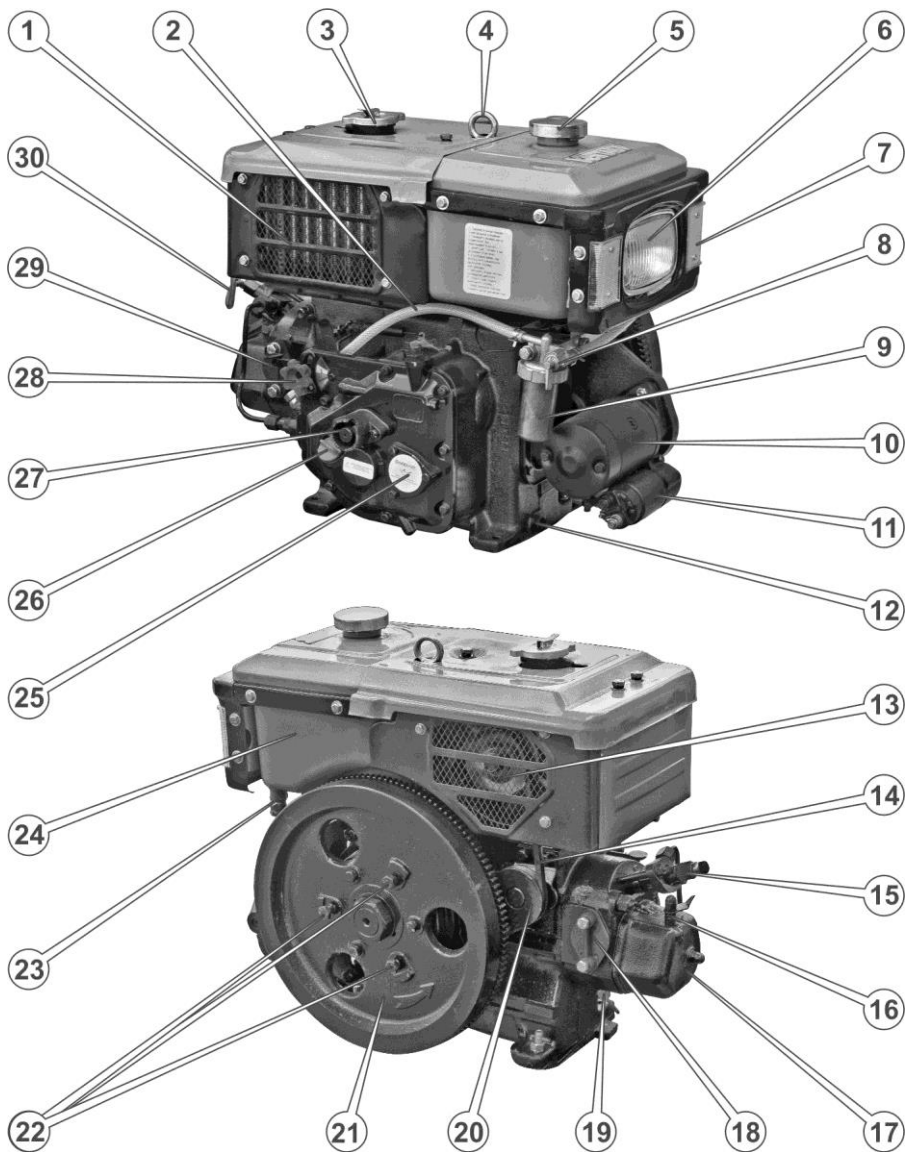

Рисунок 3. – Органи двигуна 180
**Зовнішній вигляд, комплектація та розташування складових частин двигуна 180 можуть дещо відрізнятися від зображених на рис. 3.**